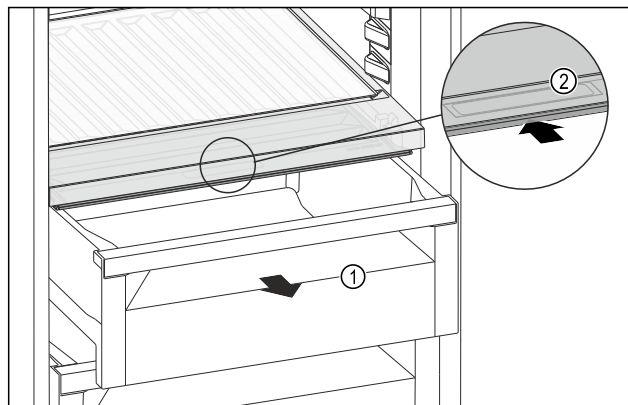

Fig. 157
- ▶ Wyciągnąć szufladę Fig. 157 (1).
- ▶ Chwycić uchwyt wpuszczany Fig. 157 (2) na pokrywie komory i przesunąć pokrywę jednocześnie do tyłu.